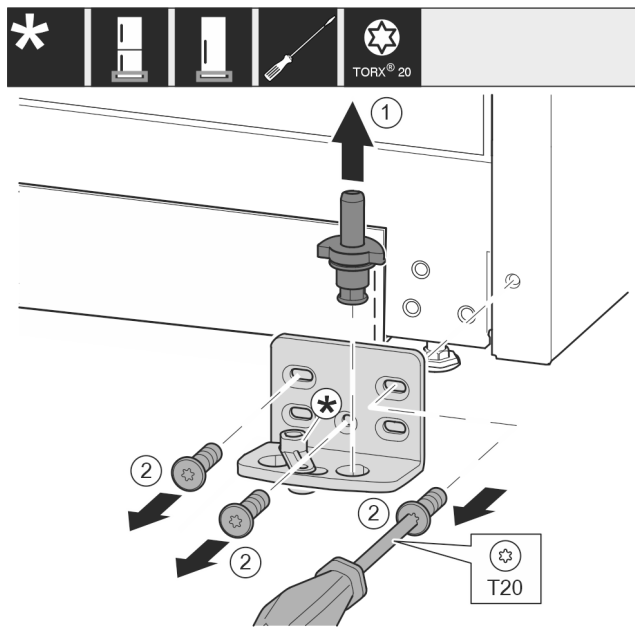

Fig. 16 *
- ▶ Ležajni sornik Fig. 16 (1) v celoti izvlecite v smeri navzgor.*
- ▶ Odvijte vijake Fig. 16 (2) z izvijačem in snemite ležajni podstavek.*